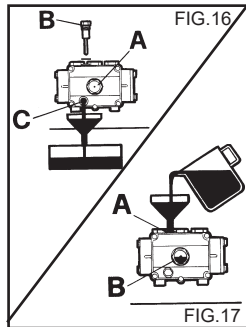

FIG.16
2) Draai de dop met het peilstaafje los (fig. 16).